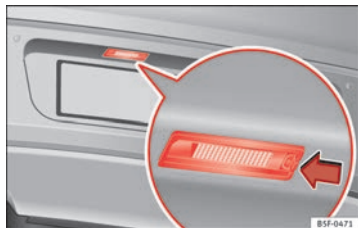

Fig. 202 En el parachoques posterior: luz de matrícula.
1. Presione la pestaña de la luz de matrícula en la dirección de la flecha ⇒ fig. 202.